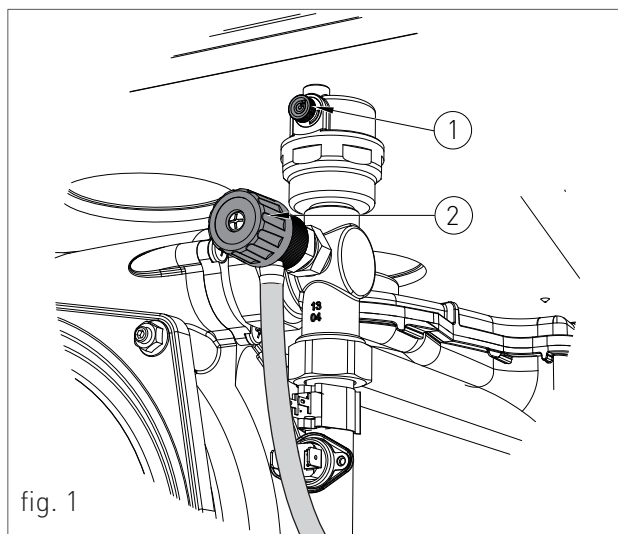

fig. 1
1. aflojar ligeramente el tapón del purgador de la bomba de circulación (1-fig. 1) para permitir la salida del aire de la instalación;
3. conectar un tubo de goma a la llave de vaciado colocada en la parte superior del intercambiador (2-fig.1);
- › Aflojar el tornillo "P" (fig.1), extraer el sifón y llenarlo de agua hasta el punto más alto "T" (fig.1);